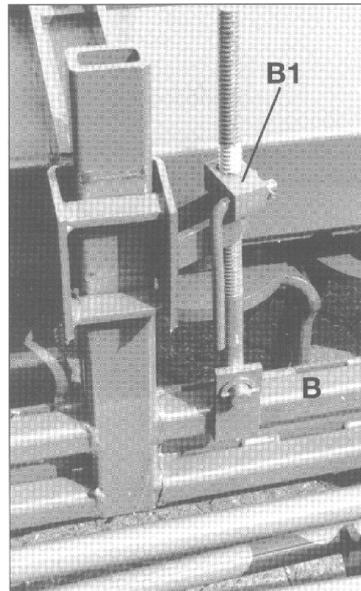

Fig. 10
**Scatola del cambio:** effettuare il primo cambio dell'olio dopo ca. 550 ore di utilizzo. Quindi cambiare l'olio dopo ogni 1000 ore e/o ogni tre anni - svitare il coperchio laterale, N1, Fig.10 (scaricare l'olio caldo, inclinare l'attrezzo).
Svitare il manicotto magnetico (N2, Fig.10) e pulire (inclinare l'apparecchio in modo che non fuoriesca l'olio).